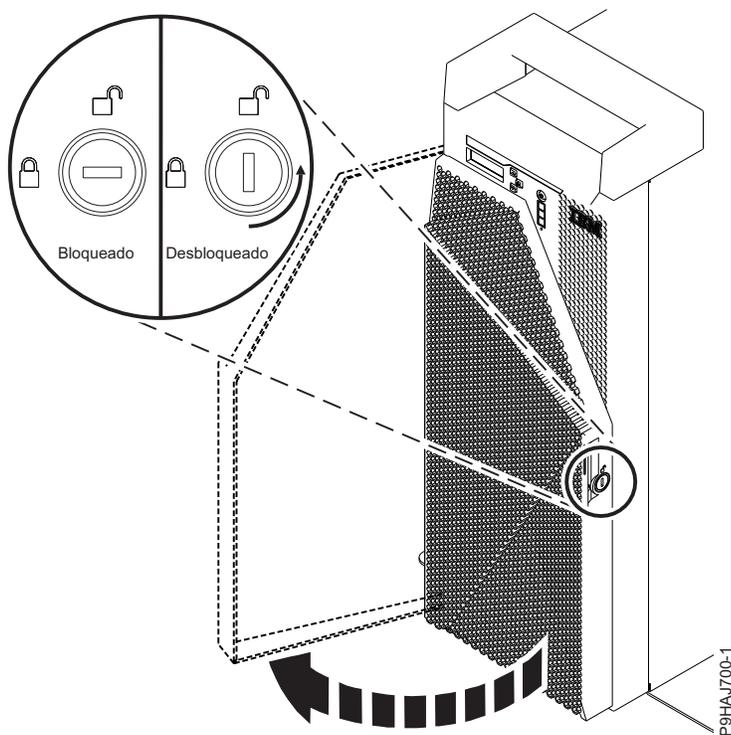

Figura 39. Desbloqueando a porta frontal
1. Insira a chave da porta frontal na fechadura, como mostrado na Figura 39 na página 64. Gire a chave para a esquerda (sentido anti-horário) para desbloquear a porta. A horizontal está bloqueada; a vertical está desbloqueada. Abra a porta frontal.